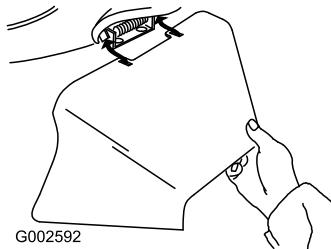

Figura 42
3. Instale el conducto de descarga lateral y cierre la puerta sobre el conducto (Figura 42).